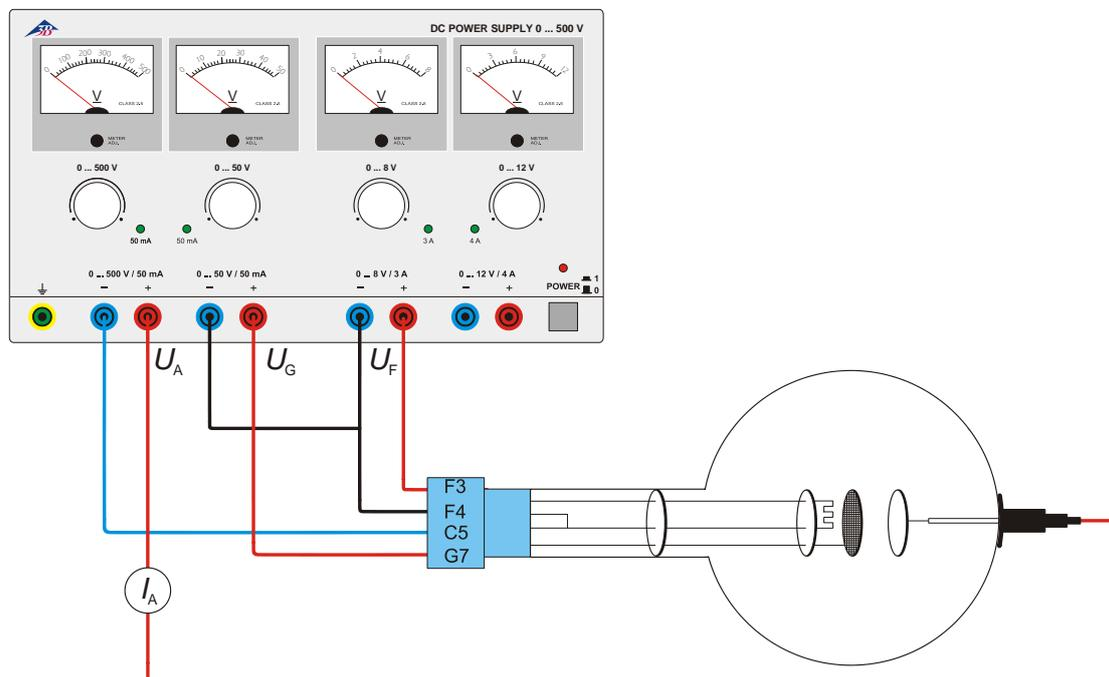

Fig. 1 Determinación de la corriente de ánodo y de la polaridad de los portadores de carga
- Realice el circuito de acuerdo con la Fig. 1.